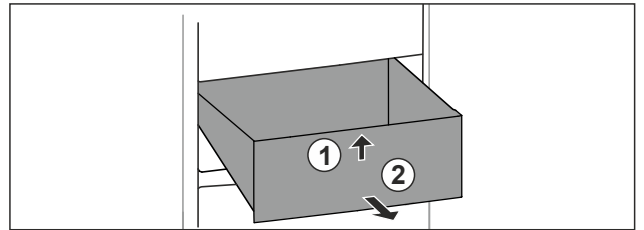

Fig. 105
- Predal spredaj dvignite. Fig. 105 (1)
- Predal vzemite ven v smeri naprej. Fig. 105 (2)